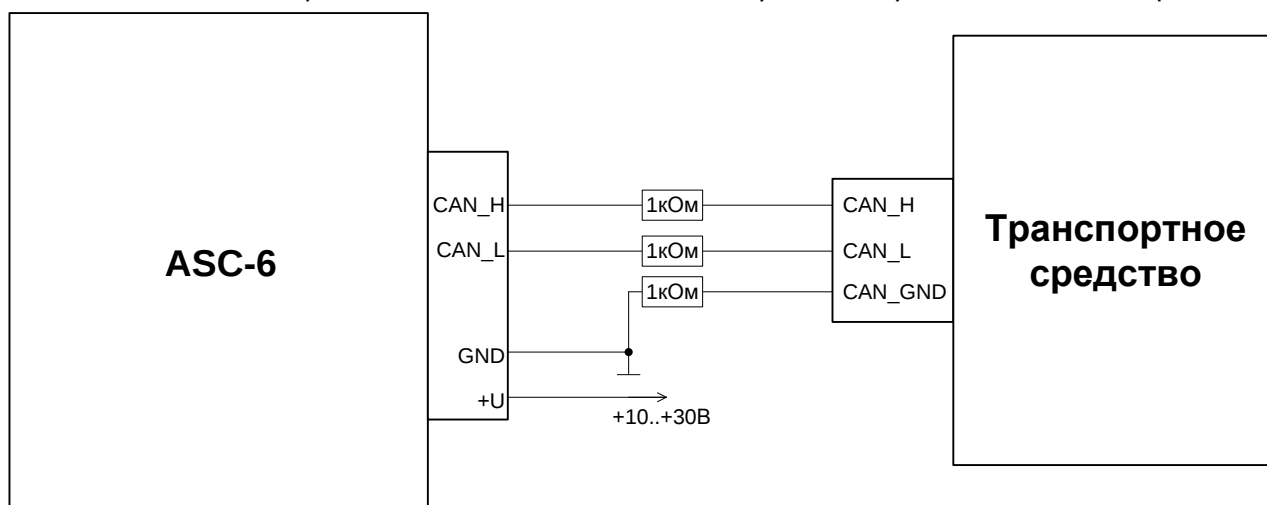
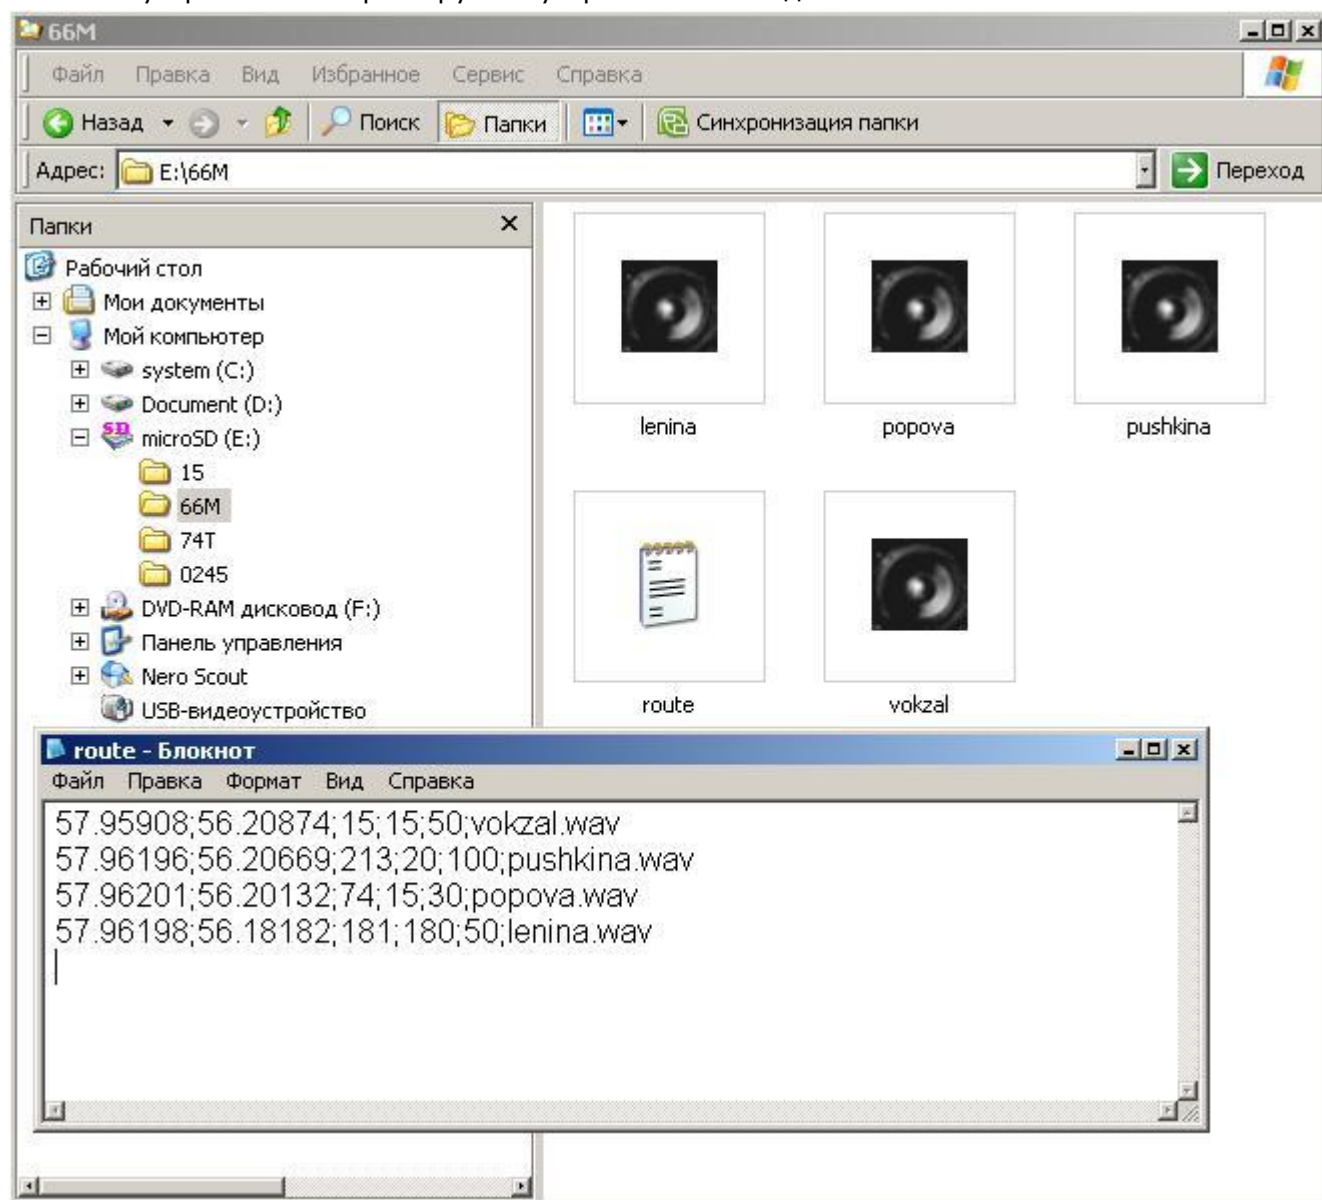

Рис. 7. Схема подключения терминала непосредственно к CAN шине.
Рис. 9. Формат записи данных на карту microSD.
При подключении непосредственно к CAN шине используйте схему подключения на рис. 7.
- каталог LOGсфайлами в формате YYYYMMDD.dat. Где YYYY– год, MM– месяц, DD-день журналируемых пакетов. С началом каждого нового дня создается новый файл с журналируемыми пакетами.) каталоги с названиями маршрутов (см. рис.7). Запишите в каталоги с маршрутами звуковые файлы в формате wav, 8кГц, 16bit. В каждом каталоге с маршрутом создайте файл с описанием route.txt. Длина имен каталогов и файлов не должна превышать 16 символов с расширением. Имена могут содержать только символы английского алфавита и цифры. В файле route.txt создайте описание зон для воспроизведения звуковых файлов. В каждой новой строке описание одной новой зоны. Последняя строка обязательно пустая (см. рис.9). Зона описывается в формате: широта; долгота; направление; отклонение по направлению; радиус; название файла для воспроизведения. Данные разделяются точкой с запятой без пробелов. Координаты в формате градусы с десятичными долями, разделенными точкой. Направление и отклонение по направлению задается целым числом градусов. Радиус задается целым числом метров.